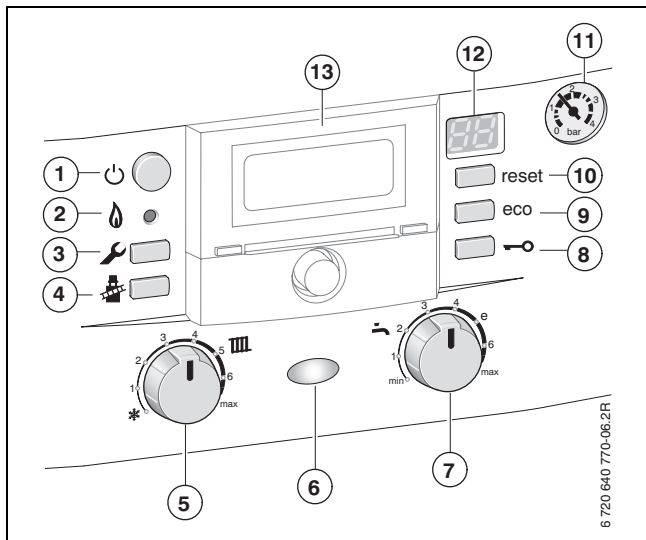

Fig. 7
- centralina climatica integrabile nell'apparecchio, → Fig. 7, [13], pag. 20.